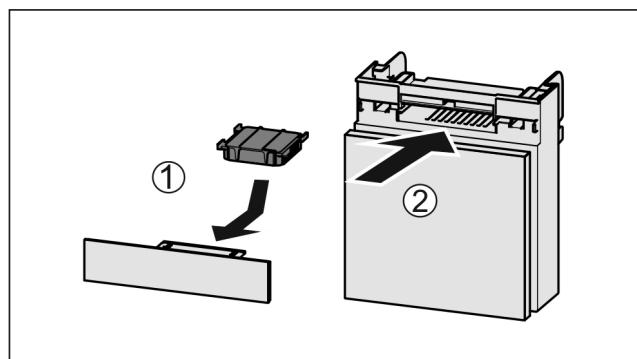

Fig. 104
- Установите фильтр с активированным углем, как показано на рисунке Fig. 104 (1).
- Вставьте отделение Fig. 104 (2).